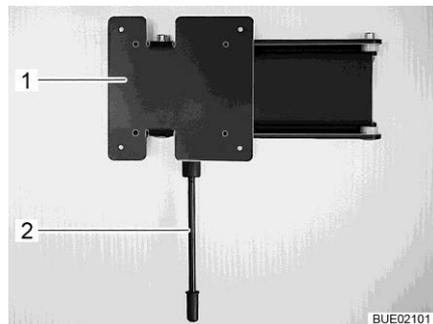

Fig. 52 Soporte de pared
- Tirar la palanca de desbloqueo (Fig. 52,1) hacia abajo y girar el soporte (Fig. 52,2) con la pantalla plana a la posición deseada.